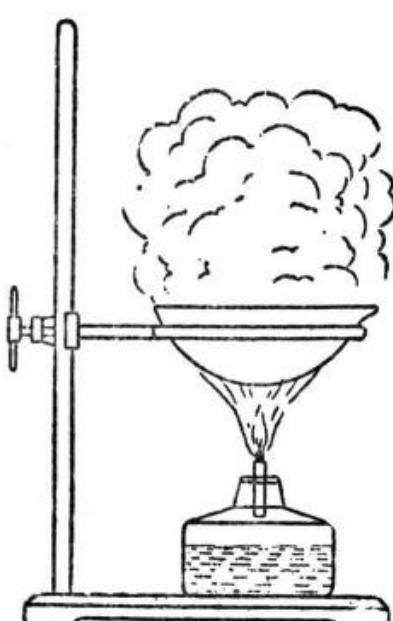

Рис. 135. Выпаривание
6. Выпаривание жидкости можно производить на стеклянных или жестяных пластинках, а также в фарфоровых чашках (рис. 135).